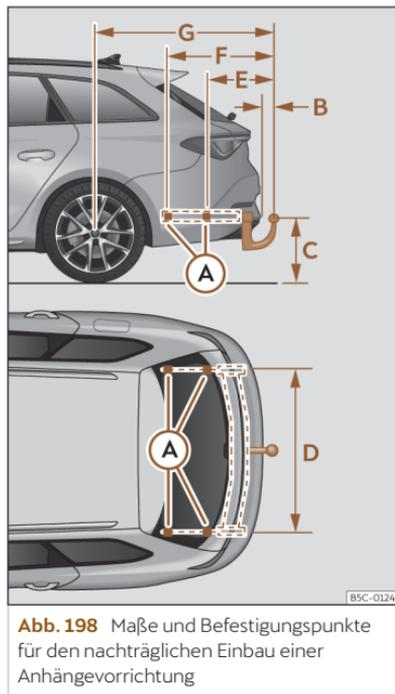

Abb. 198 Maße und Befestigungspunkte für den nachträglichen Einbau einer Anhängervorrichtung
Das Mittelmaß des Kugelkopfes und der Fahrbahn >>> (Abb. 198) (C) darf den angegebenen Wert nicht unterschreiten. Dies gilt auch für ein vollbeladenes Fahrzeug, einschließlich der technisch maximal zulässigen Stützlast